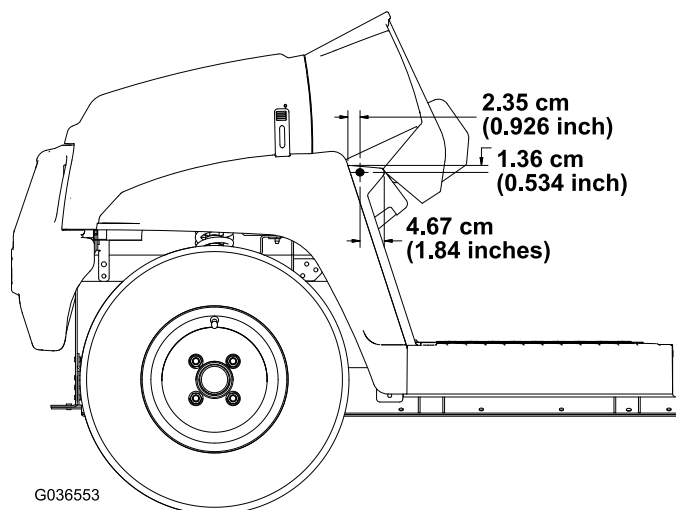

Рисунок 4
3. Просверлите одно отверстие (5/16 дюйма) по размерам, указанным на Рисунок 4, в наружной поверхности подножной панели с левой и правой стороны машины.